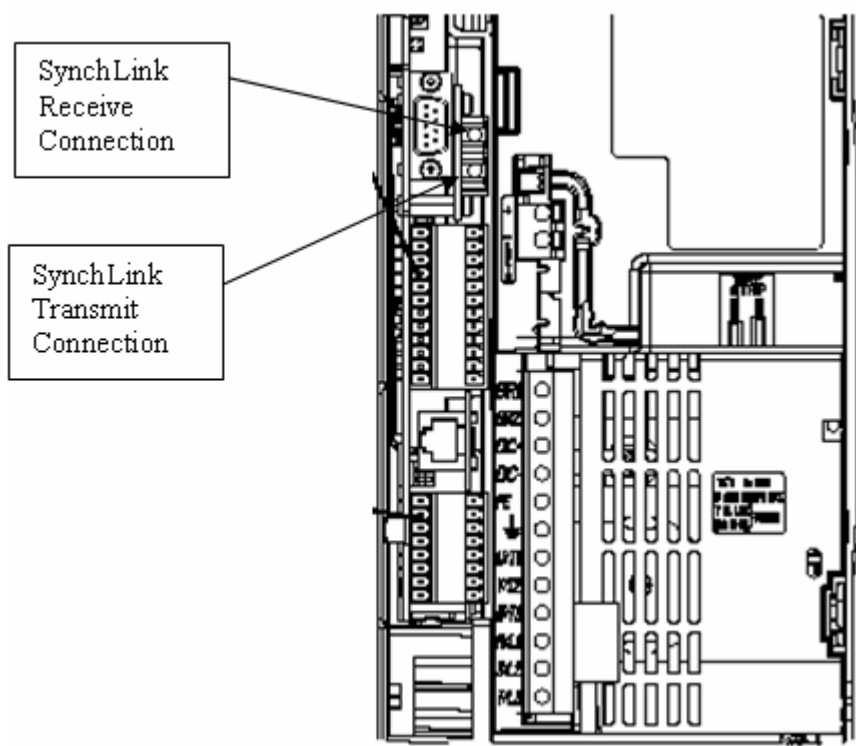

图 6-17 SynchLink 光纤接头
- 使用 SynchLink 光纤连接两台 demo。如果 Drive1 只做为发送端，Drive2 只做为接收端，那么只需要一个光纤。连接方法是将 Drive1 的发送端连接到 Drive2 的接收端。变频器内的光纤连接头的位置如图 6-17 所示。